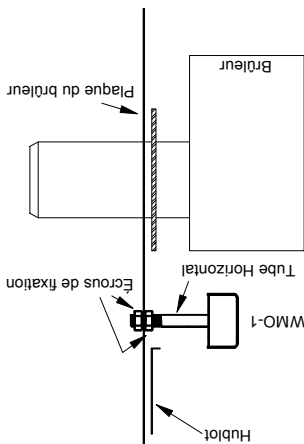

FIG. 6B
2. Reportez-vous à la Fig. 6B. Avec l'assemblage WMO-1 à l'extérieur de la plaque du brûleur, insérez l'extrémité fileté du tube dans le trou de 5/8» dia. dans la plaque du brûleur, installez à nouveau le premier écrou de fixation contre le tube à l'intérieur de la plaque du brûleur. Serrez fermement.